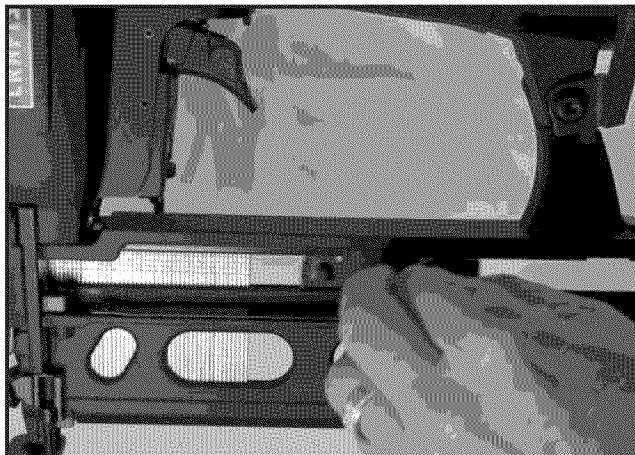

Figura 7- Presione y sostenga la pestillo de liberación del empujador hasta que tenga contacto con la tira de clavos
- Presione y sostenga la pestillo de liberación del empujador con el fin de permitir que el empujador se deslice hacia adelante. Libere la pestillo cuando el empujador llegue a tener contacto con la tira de los clavos. (Ver la figura 7)